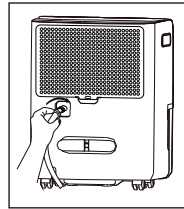

fig. 3
- Atornille la manguera de jardín en la pate roscada del conector de drenaje. (fig.3)